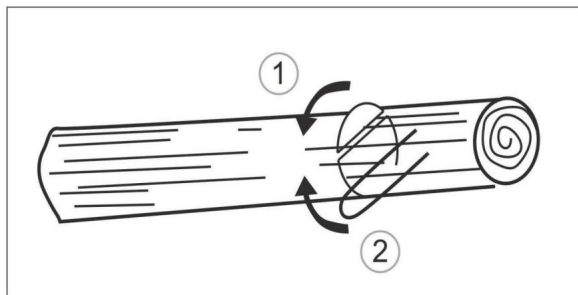

Fig. 22
3. W przypadku, gdy pień jest podparty z obu stron, najpierw należy y odciąć 1/3 górnej części średnicy pnia, aby uniknąć rozszczepienia. Następnie zakończ cięcie od dołu, tak aby pokrywa się pierwszym cięciem, co zapobiega zakleszczaniu się materiału (rys. 22).